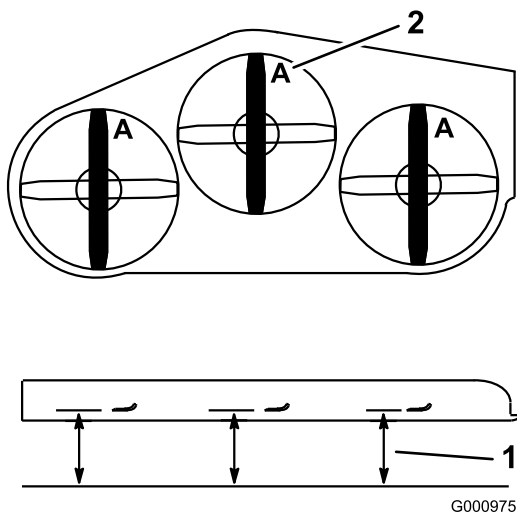

Figura 96
4. Mida desde una superficie nivelada hasta el filo de corte, posición **A**, de las cuchillas (Figura 96).